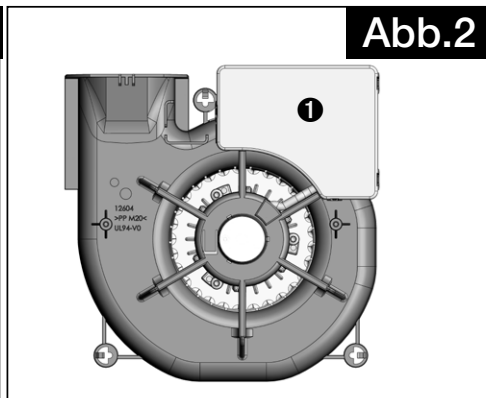
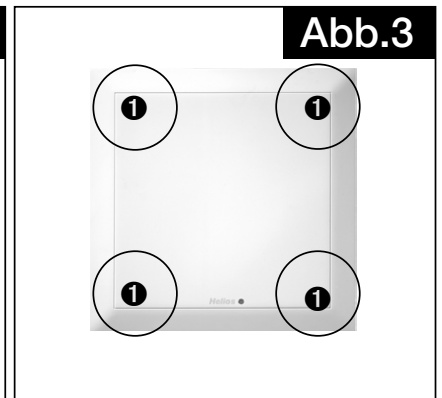

Abb.2
Abb.3
- Das Smartphone direkt auf den Platinendeckel (siehe Abb.2, die Kontaktstelle ❶) des nicht montierten ELS NFC.. Gerätes legen.
- Das Smartphone auf den Fassadendeckel (siehe Abb.3, die Kontaktstelle ❶) des montierten ELS NFC.. Gerätes auflegen (siehe Positionshinweis zur Kontaktstelle). Falls eine Kontaktierung nicht möglich ist, siehe Abb.2/Abb.3 und Beschreibung 4.2.1 Punkte 1. bis 4.).
Je nach Einbaulage (Ausblasrichtung) gibt es vier mögliche Positionen für die Kontaktstelle ❶ (siehe Abb.3). Die Kontaktstelle ❶ befindet sich oberhalb der Elektronik (siehe Abb.2).
Legen Sie das Smartphone auf die Kontaktfläche ❶ (siehe Abb.3) auf und verbinden Sie es mit dem ELS NFC.. . Wenn die NFC-Kontaktierung nicht möglich ist, entnehmen Sie den Filter (siehe Punkt 2.).
Smartphone plan auf die Kontaktstelle ❶ halten/auflegen (siehe Abb.3/Abb.7). Wenn die Maßnahmen Punkt 1. bis Punkt 2. nicht ausreichen, muss der Ventilatoreinsatz demontiert werden („6.6 Demontage des Ventilatoreinsatzes“ auf Seite 20).